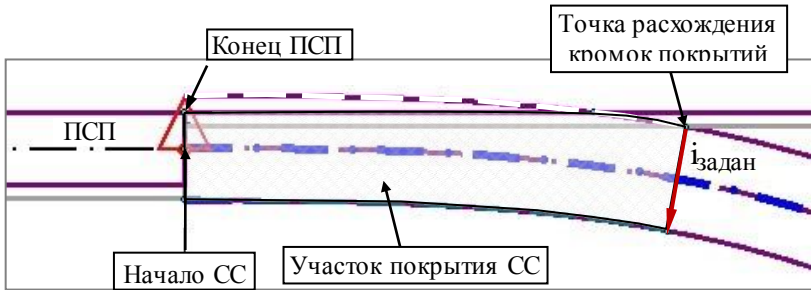
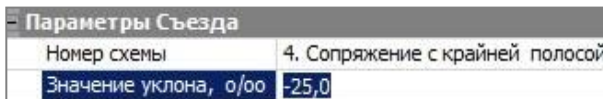

Рис. 26.41
Рис. 26.43
**Схема 4. Соприжение с крайней полосой** (рис. 26.41).
Поперечные уклоны на участке покрытия СС будут меняться от значения уклона крайней полосы по ОТ в начале СС до значения уклона в точке расхождения кромок  $i_{\text{задан}}$  (рис. 26.41). Уклон можно уточнить в окне параметров после выбора схемы 4 (рис. 26.43).